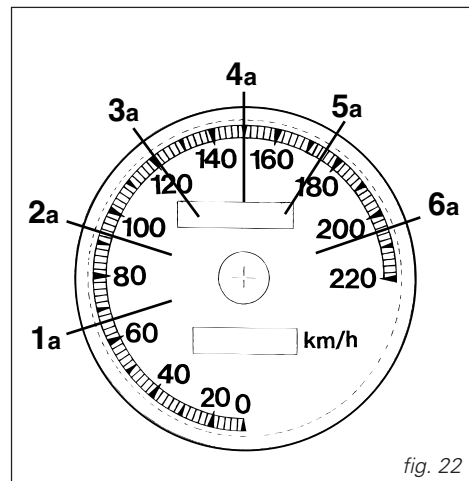

fig. 22
*Limiti di velocità nelle singole marce (fig. 22)*
*Speed limits for individual gears (fig. 22)*
*Limites de vitesse pour les rapports individuels (fig. 22)*
*Geschwindigkeitsgrenzen in den einzelnen Gängen (Abb. 22)*